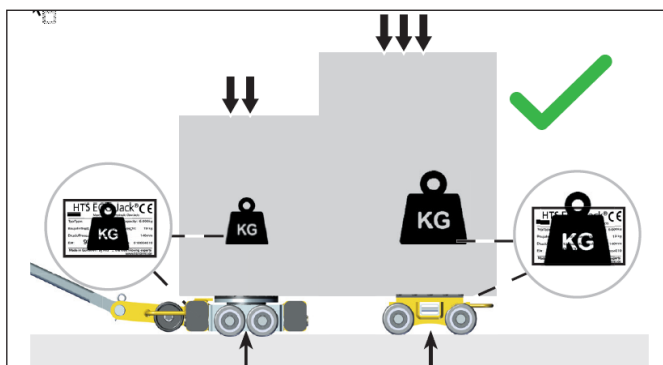

Figura 9: Distribuzione del carico
5.1 Caricamento sui pattini (Figura 9)